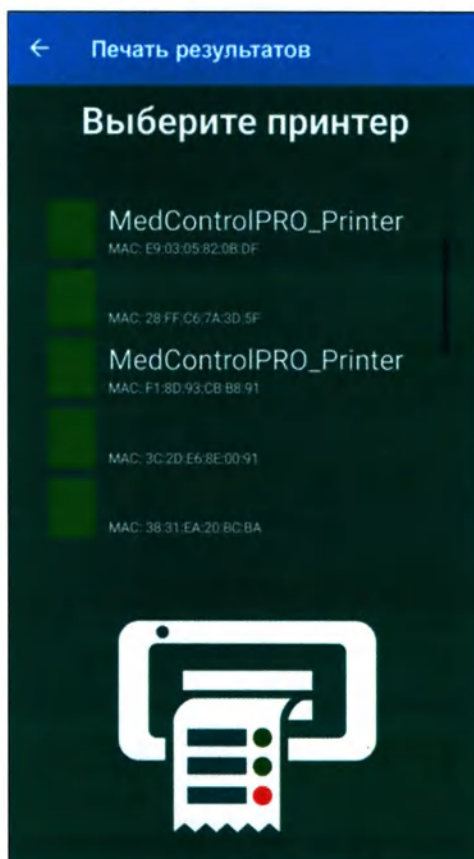

Рисунок 15 – Печать результатов измерений на бумажном носителе
- 2) На открывшейся странице (рисунок 15) выбрать необходимый принтер и нажать на него.